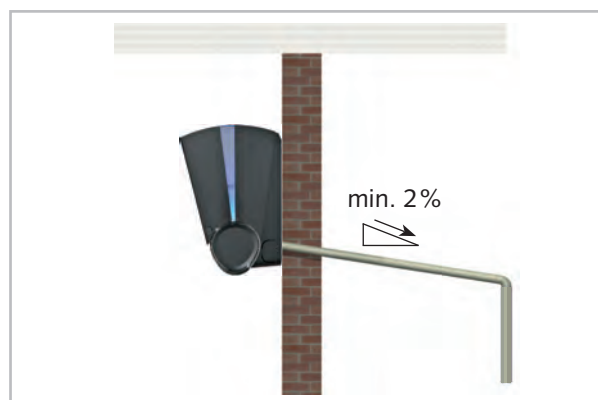

Abb. 38: Kondensatanschluss Innengerät
- Die bauseitige Kondensatleitung ist mit einem Gefälle von min. 2 % zu verlegen (Abb. 38). Gegebenenfalls sehen Sie eine dampfdiffusionsdichte Isolation vor.